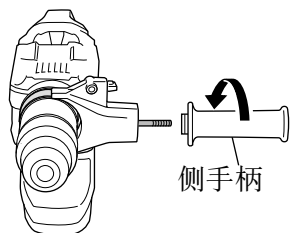

图 17
(4) 调整带子，使其位置适合于作业，并旋转侧手柄以便紧固带子。确保带子牢牢紧固。(图 17)